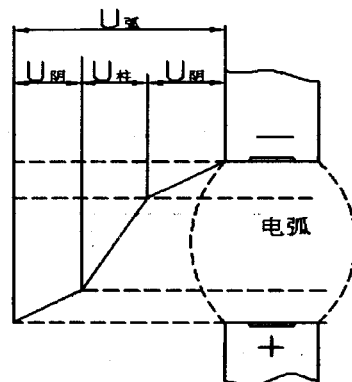

图 1-3 电弧各区域的电压分布示意图
(4) 电弧电压：通常测出的电弧电压就是阴极区、阳极区和弧柱区电压降之和。当弧长一定时，电弧电压的分布如图 1-3 所示。电弧电压可用下式表示：